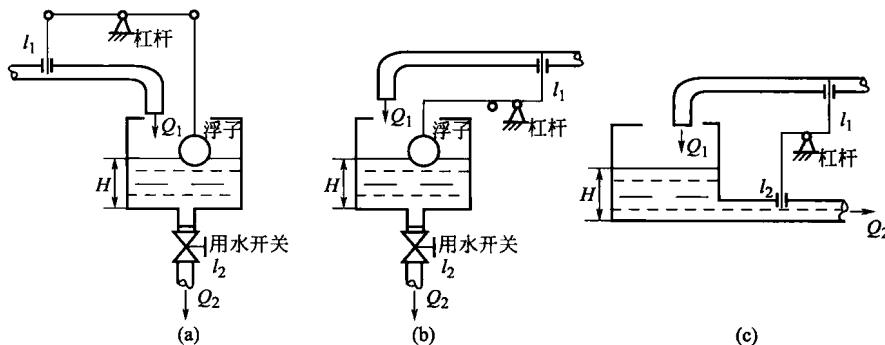

图 1-12 水箱液位控制系统
7. 图 1-12(a)、(b) 和(c) 所示为水箱液位控制系统的三个不同控制方案。试说明其工作原理有何不同，画出系统方框图。